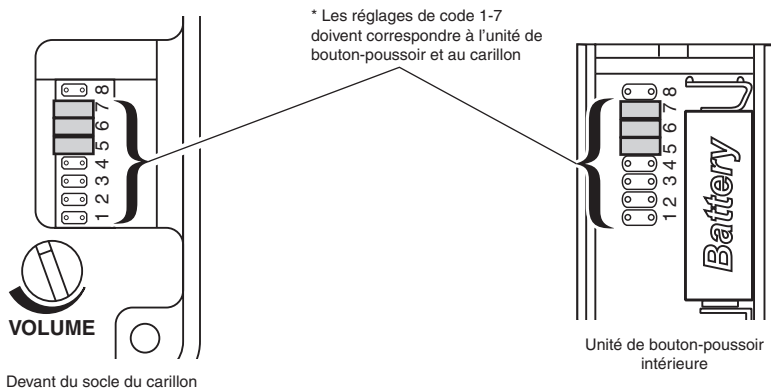

Figure 10
- Assurez-vous que les codes de l'unité de bouton-poussoir et du carillon sont identiques (voir la Figure 10).
1. Ouvrez les boîtiers, et repérez les cavaliers de l'unité de bouton-poussoir et du carillon (voir la Figure 10).
2. L'unité de bouton-poussoir et le carillon comptent chacun huit (8) emplacements de cavalier différents. Les positions 1 à 7 servent au réglage du code.
Note : Les cavaliers sont installés à l'usine aux positions 5, 6 et 7 sur le bouton-poussoir et sur le carillon (voir la Figure 10).